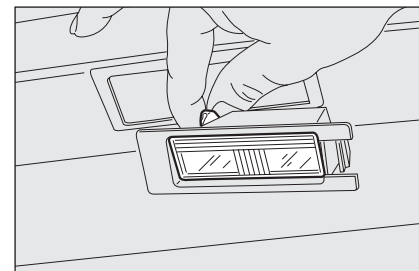

fig. 28
- remplacer l'ampoule fig. 28 en la dégageant des contacts latéraux et en s'assurant que la nouvelle ampoule soit correctement bloquée entre ces contacts ;